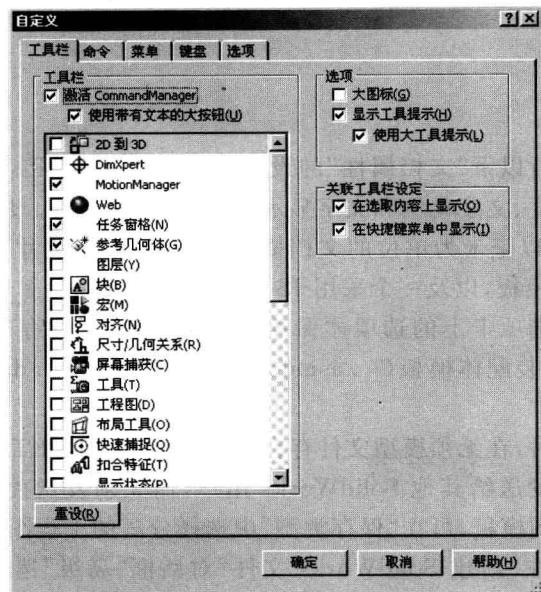

图 1-6 “自定义”对话框
⑤ 选择“工具”→“自定义”命令,或在工具栏区域右击后选择“自定义”命令,系统将弹出“自定义”对话框,如图 1-6 所示。